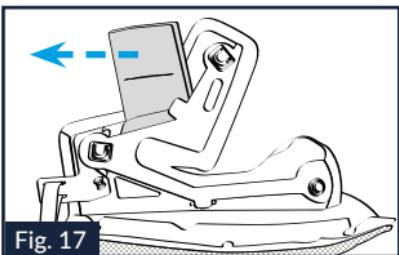

Fig. 17
13.4. Extraire délicatement de la housse de revêtement en tissu de la mousse de joue le rembourrage intérieur en mousse expansée (Fig. 17).
13.5. Détacher la partie supérieure prédécoupée du rembourrage intérieur (Fig. 17), puis replacer correctement le reste du rembourrage dans la mousse de joue.
14.4. Introduire correctement une partie du rembourrage précédemment retiré à l'intérieur de la housse de revêtement en tissu de la mousse de joue (Fig. 17).